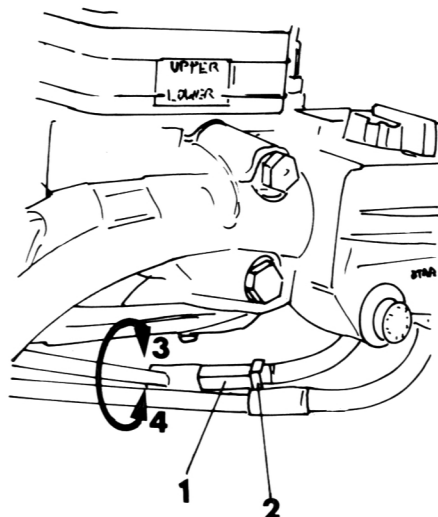

Bild 12
- Kleinere Einstellungen werden am oberen Einsteller vorgenommen (Bild 12).